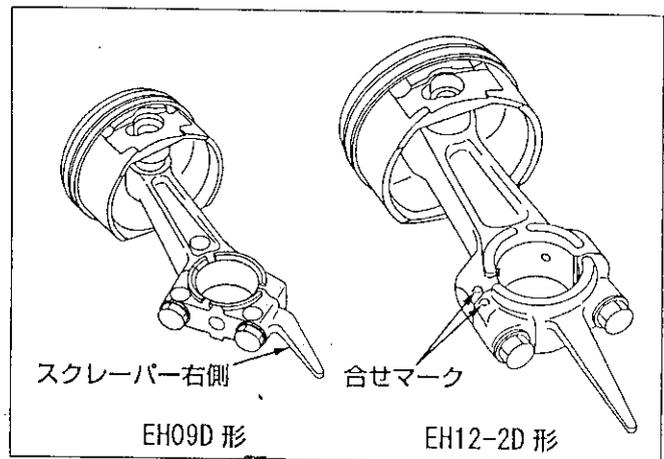

図 5-30
- (1)クランク軸を下死点まで回し、コネクティングロッドの大端部がクランクピンに接触するまで、ピストンの上部を軽く叩く。
- (2)EH12-2D形コネクティングロッドキャップのコネクティングロッドへの組付けは、合せマークを合わせ組付ける。EH09形はスクレーパーを右側にして組付ける。(図 5-30) コネクティングロッドボルトを仕様にしたがって締付ける。